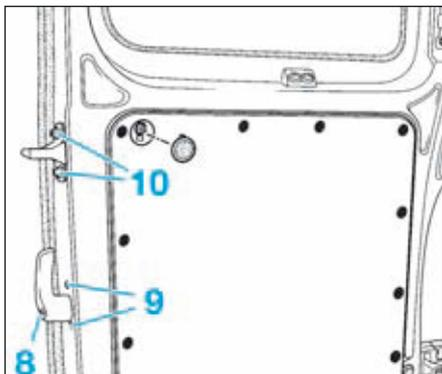
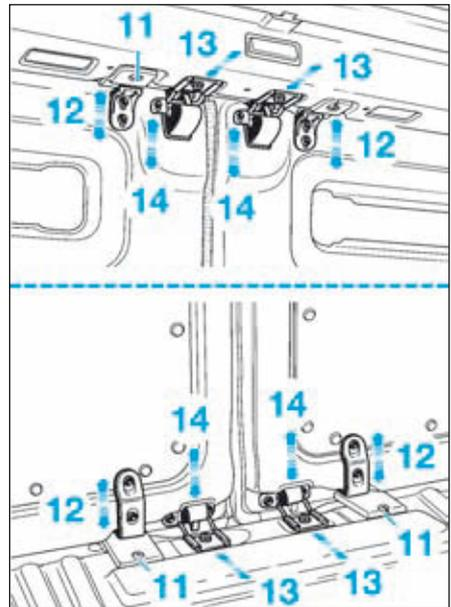

FIG. 156
FIG. 157
- Déposer la vis de fixation (8) (Fig.156) de la poignée d'ouverture intérieure.
- Déposer les deux vis de fixation (9).
- Desserrer les vis (10) (Fig.156) de la gâche de la porte arrière gauche.
Les flèches de l'illustration ci-après (Fig.157) indiquent les possibilités de mouvement pour le réglage.
- les butées fixes (11) sur le plancher et la traverse supérieure du véhicule.
- les butées mobiles (12) sur les portes en position haute sans les bloquer.
- Régler les gâches inférieures et supérieures (13) de façon à obtenir une pression suffisante des joints d'étanchéité des portes.
- Procéder au même réglage de la gâche centrale (10) (Fig.156) et des crochets de retenue (14) (Fig.157).
- Serrer les vis de fixation des butées mobiles (12) en appui sur les butées fixes (11).